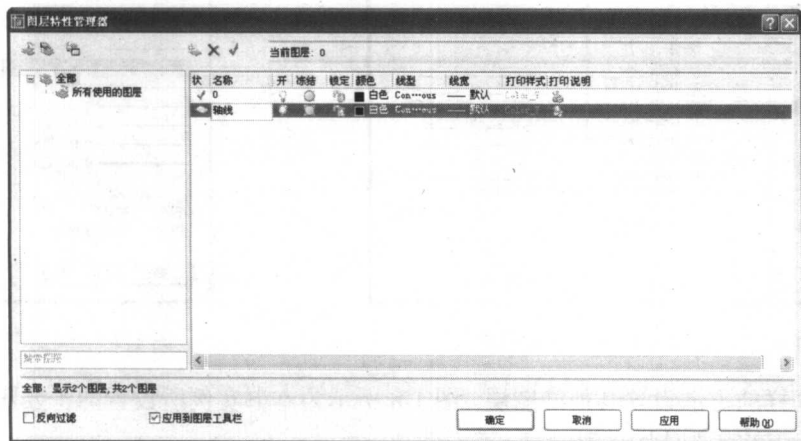

图 1-3 重命名图层
(2) 在“名称”列对应的文本框中输入新的图层名“轴线”, 如图 1-3 所示。用户可以在本图层元素的特性进行设置, 依次建立“标注”、“家具”、“墙体”、“填充”等图层。